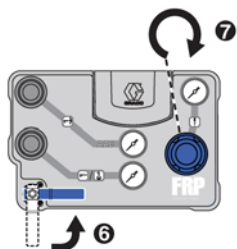

Рис. 28
7. Откройте шаровой клапан главного воздухопровода. См. Рис. 28.
8. Медленно поворачивайте регулятор главного воздухопровода по часовой стрелке до тех пор, пока на манометре главного воздухопровода не будет отображено желаемое значение давления. См. Рис. 28.